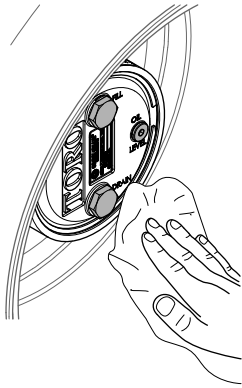

Figure 109
- Essuyez soigneusement les carters de frein et de train planétaire (Figure 109).